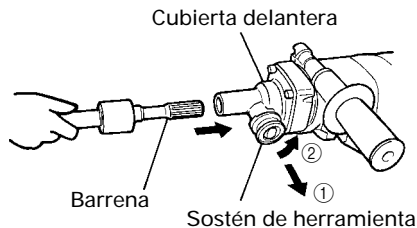

Fig. 3
- (1) Limpiar y engrasar la espiga con la grasa provista.
- (2) Tirar del sostén en la dirección de la flecha ① y rotar en la dirección de la flecha ② (la izquierda). Insertar planamente la barrena de herramienta en el orificio hexagonal de la cubierta delantera. (Fig. 3)
- (3) Retornar el sostén de herramienta para fijar ésta.